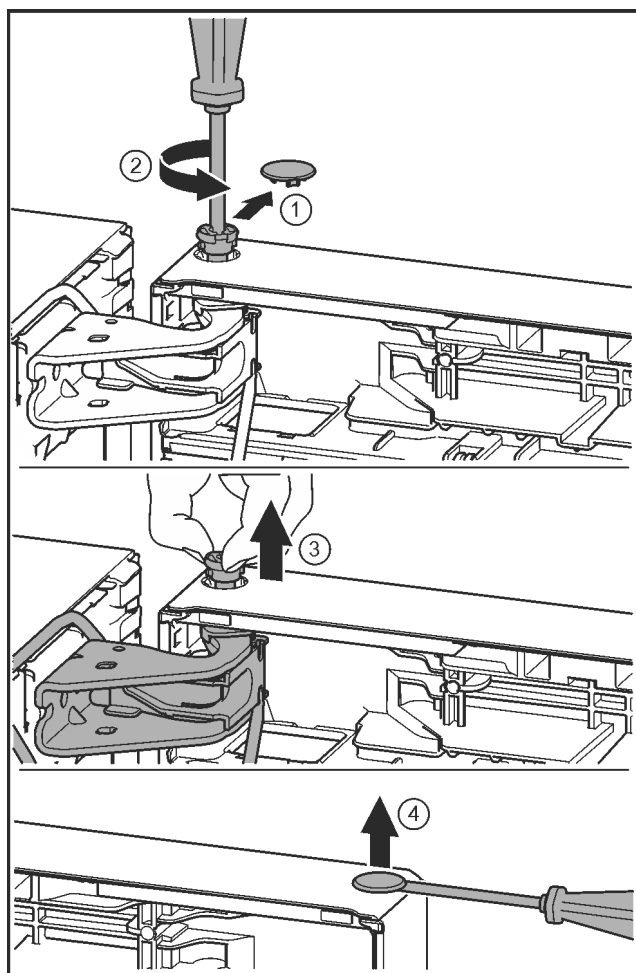

Fig. 21
- ▶ Обережно зніміть запобіжну кришку. Fig. 21 (1)
- ▶ Трохи викрутіть гвинт за допомогою викрутки T15. Fig. 21 (2)
- ▶ Притримуйте дверцята і витягніть палець руками. Fig. 21 (3)
- ▶ За допомогою шліцевої викрутки обережно підійміть пробку із опорного втулка дверцят та витягніть її. Fig. 21 (4)